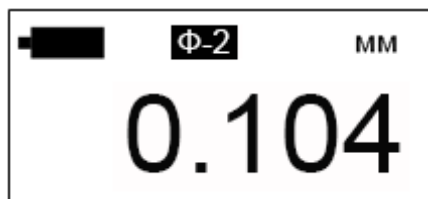

Рисунок 2.6 – Графический индикатор прибора после измерения
3. Для начала нового измерения необходимо поднять преобразователь в воздух. На индикаторе остается последний результат измерения толщины покрытия (рис. 2.6), изменяющийся только при проведении следующего измерения.